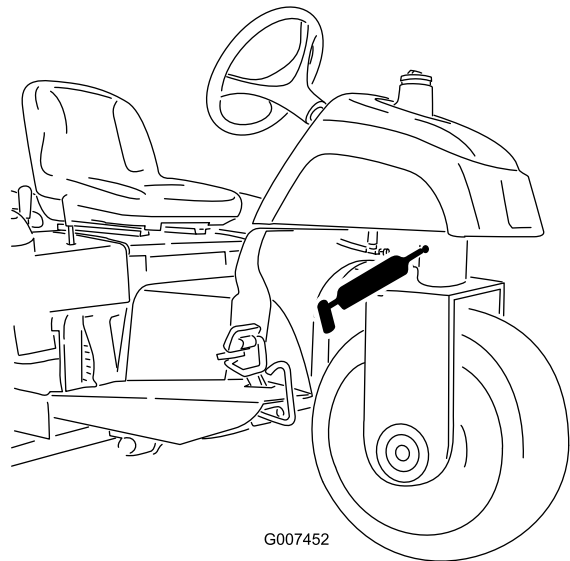

Bild 26
- Lenkzapfen (Bild 26)
Hinweis: Für den bündigen Nippel am Lenkzapfen (Bild 26) benötigen Sie einen Fettspritzenadapter. Erhältlich unter der Bestellnummer 107-1998 vom Toro Vertragshändler.